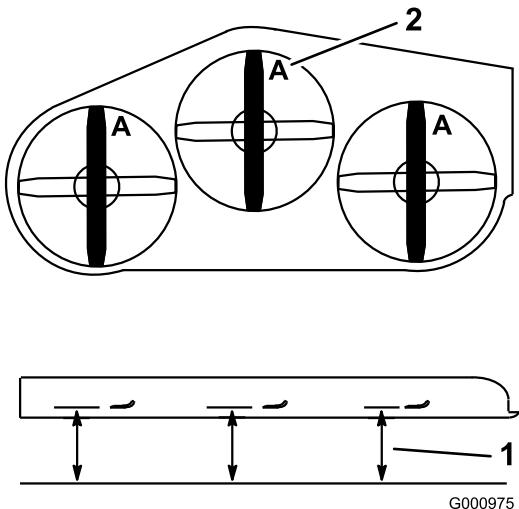

Figure 76
4. Mesurez la distance entre la surface plane et le tranchant (position A) des lames (Figure 76).